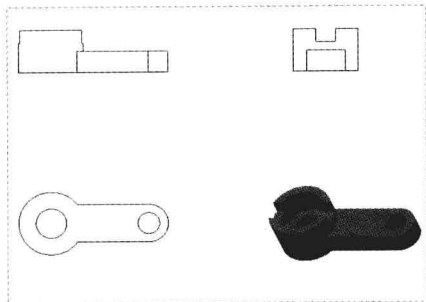

图 12-60 图形文件
Step 01 按【Ctrl+O】组合键,打开图形文件,如图 12-60 所示。